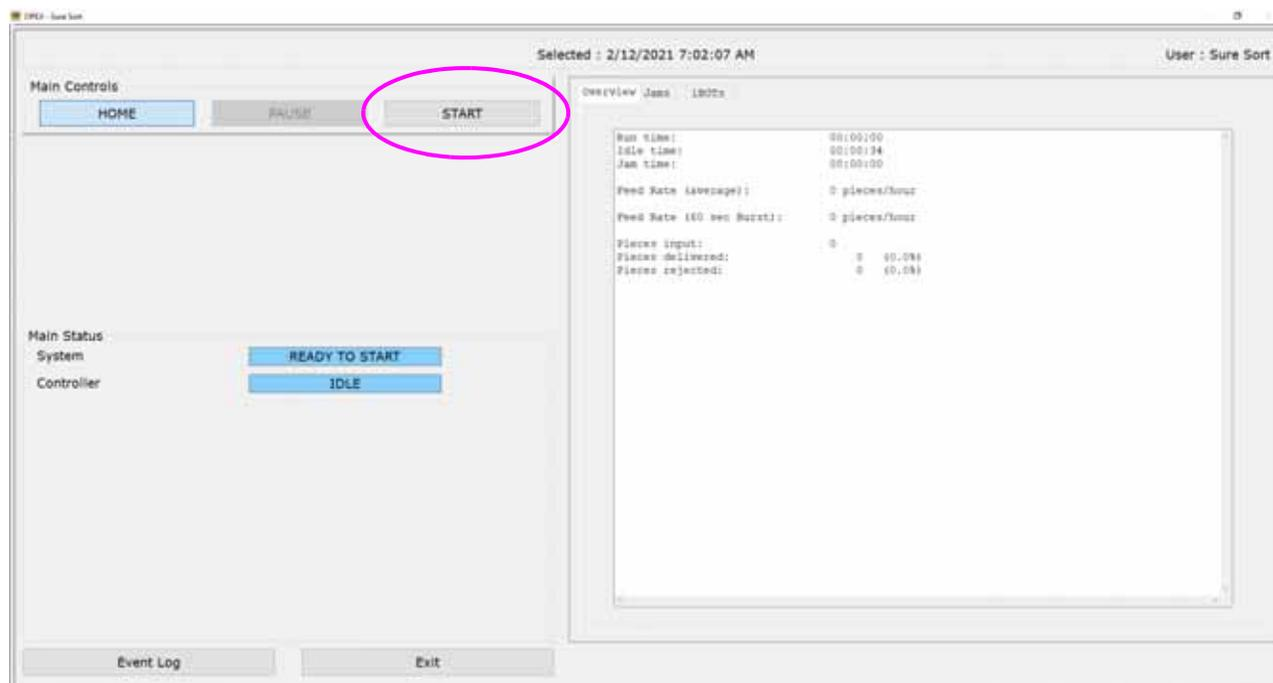

Figure 4-27: Pantalla de Ejecución del Host OPEX
1. En la Pantalla de Ejecución del Host OPEX, haga clic en **INICIAR** (ver Figure 4-27). En este punto, los transportadores comenzarán a funcionar, y los iBOTs realizarán un ciclo, para que mantengan su carga en la preparación para la entrega de artículos a los contenedores.